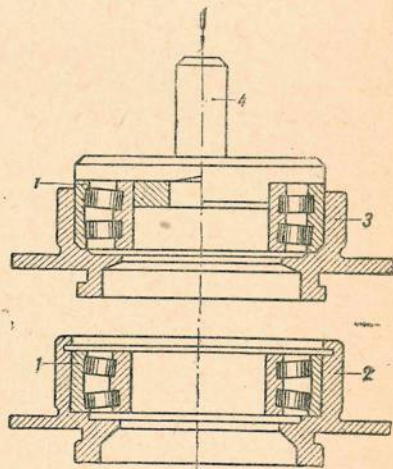

Рис. 109. Сборка обоймы главного вала
8. Посадить подшипник 1 (рис. 109) в обоймы 2 и 3 главного вала при помощи специальной оправки 4, причем подшипник обоймы 2 (левый по ходу машины) должен быть посажен до упора и застопорен кольцом, введенным в канавку обоймы. Подшипник обоймы 3 (справа по ходу) является плавающим, т. е. положение